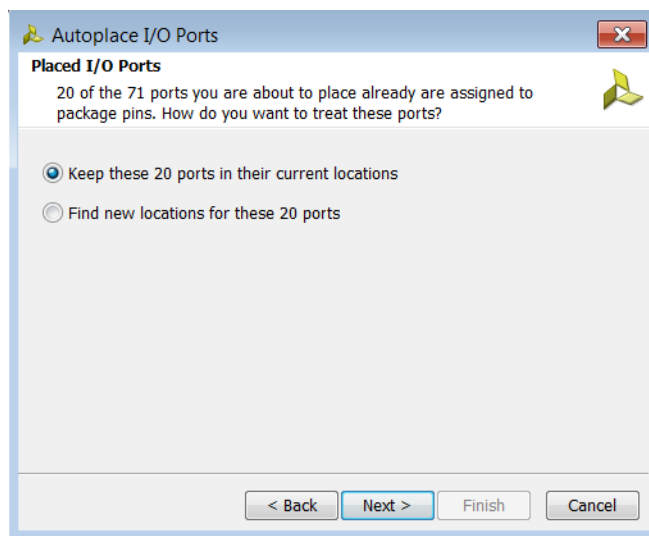

図 3-24 : Autoplace I/O Ports ウィザードの [Placed I/O Ports] ページ
4. 既にパッケージピンに割り当てられている I/O ポートを選択している場合、[Placed I/O Ports] ページ (図 3-24) でオプションを選択し、[Next] をクリックします。